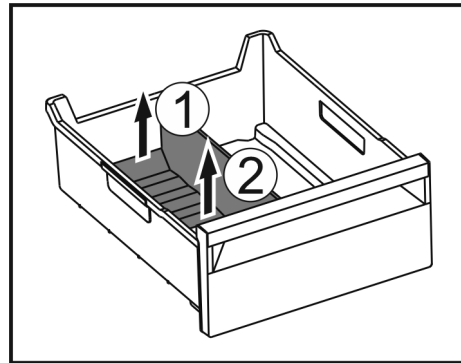

Fig. 120
► Sollevare la parte posteriore del divisore dello scomparto del ghiaccio. Fig. 120 (1)
► Rimuovere il divisore dello scomparto del ghiaccio verso l'alto. Fig. 120 (2)